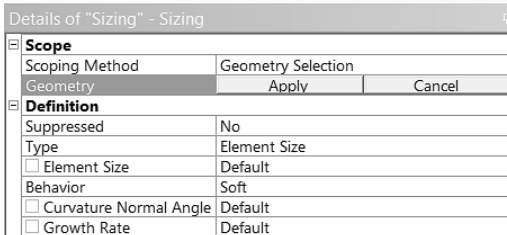

Рис. 1.25
- 2) Сначала кликаем по фильтру Edge , который находится в панели инструментов под строкой меню, (доступ к этому фильтру можно получить и через контекстное меню в строке Cursor Mode). Затем подвдвим курсор к нижней границе прямоугольника, (она при этом окрасится в зелены йцвет), нажимаем левую кнопку мыши, и не опуская ее переводим курсор к верхней границе прямоугольника. После этой процедуры обе границы должны быть окрашены в зеленый цвет. После этого кликаем Apply на панели Details of “Sizing”, рис. 1.25.